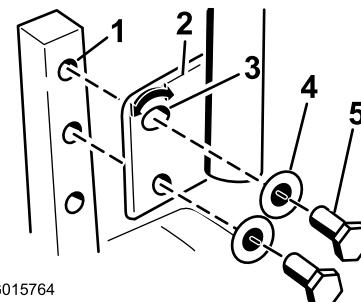

Figure 30
- Enlevez les 2 boulons et les 2 rondelles qui fixent le levier de commande à l'arbre du bras de commande (Figure 30).
- Placez le levier de commande dans les trous suivants. Fixez le levier avec les 2 boulons et les 2 rondelles (Figure 30).